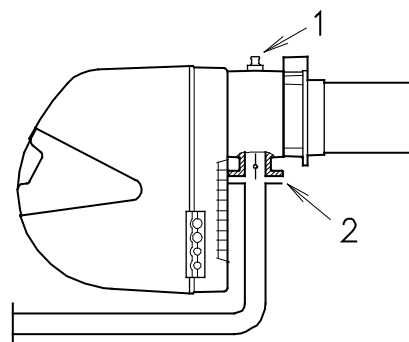

рис. 21
Давление газа, измеренное в контрольной точке 1) (рис. 21), с:
Перепад давления на газовом дроссельном клапане 2) (рис. 21) при максимальном открытии: 90°.
- вычитите давление в камере сгорания из давления газа, измеренного в контрольной точке 1) (рис. 21).
Давление газа в точке 1) (рис. 21) = 6.4 мбар
Чтобы рассчитать требуемое давление газа в контрольной точке 1) (рис. 21), установите максимальную мощность регулирования, необходимую для работы горелки:
- считайте справа (колонка 1) давление в точке испытания 1) (рис. 21).
давление в точке 1)(рис. 21).